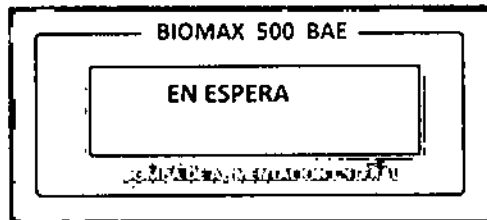

Figura 16
- Si el equipo queda encendido y detenido por 3 minutos, y no se ha indicado ninguna acción de funcionamiento, suena una alarma, titila el LED indicador, aparece la leyenda "EN ESPERA" en la pantalla. La alarma se repite cada 3 minutos. Esta alarma sirve para alertar al personal en caso de que este haya programado el equipo pero se haya olvidado de dar inicio a la terapia. Debido a esta alarma se recomienda apagar el equipo si no se usa. Ver figura 16